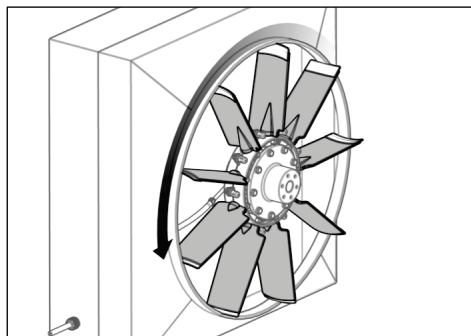

Рис. 34
- 29) Повернуть вентилятор от руки (см. Рис. 34).